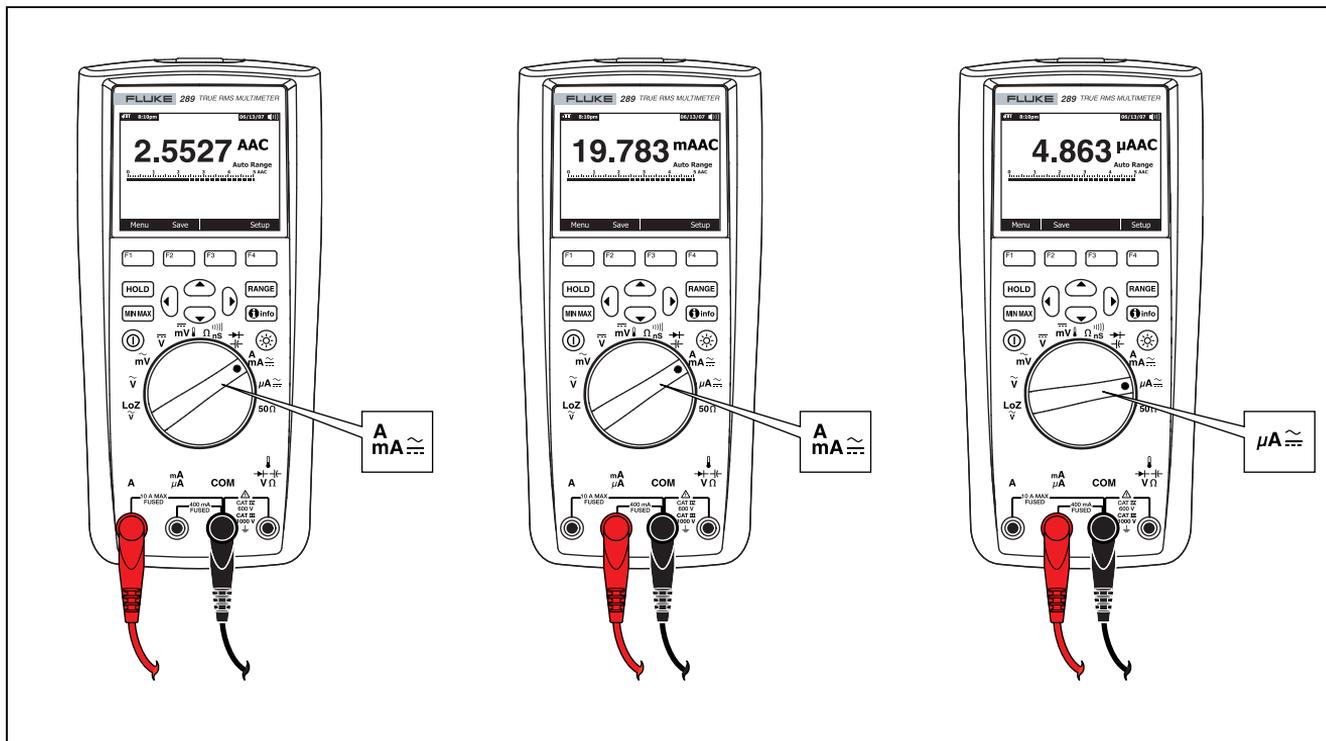

Figura 21. Approntamento per misure di corrente
3. Se si adopera il terminale A, girare il selettore nella posizione $\overset{\sim}{\underset{\sim}{A}}$; se si adopera il terminale mA/μA, girare il selettore nella posizione $\overset{\sim}{\underset{\sim}{\mu A}}$ per correnti minori di 5000 μA (5 mA) o nella posizione $\overset{\sim}{\underset{\sim}{A}}$ per correnti maggiori di 5000 μA. Vedere la Figura 21 per la connessione dei cavi di misura e la selezione della funzione. Vedere la sezione “Funzione Input Alert™” per informazioni sulle segnalazioni utilizzate dal multimetro quando i cavi di misura non sono utilizzati correttamente per le misure di corrente.